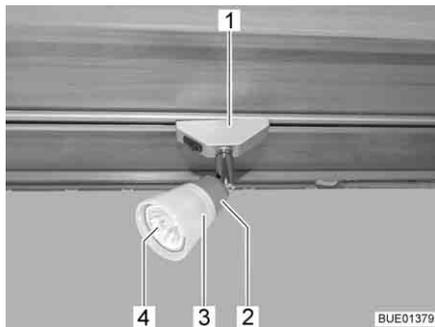

Bild 211 Halogenspotleuchte (verschiebbar)
- Halogenspotleuchte (Bild 211,1) um 90° drehen und aus der Schiene nehmen.
- Lampenschirm (Bild 211,3) entgegen dem Uhrzeigersinn drehen.
- Lampenschirm mit Halogenleuchte (Bild 211,4) vorsichtig von der Fassung (Bild 211,2) abziehen.